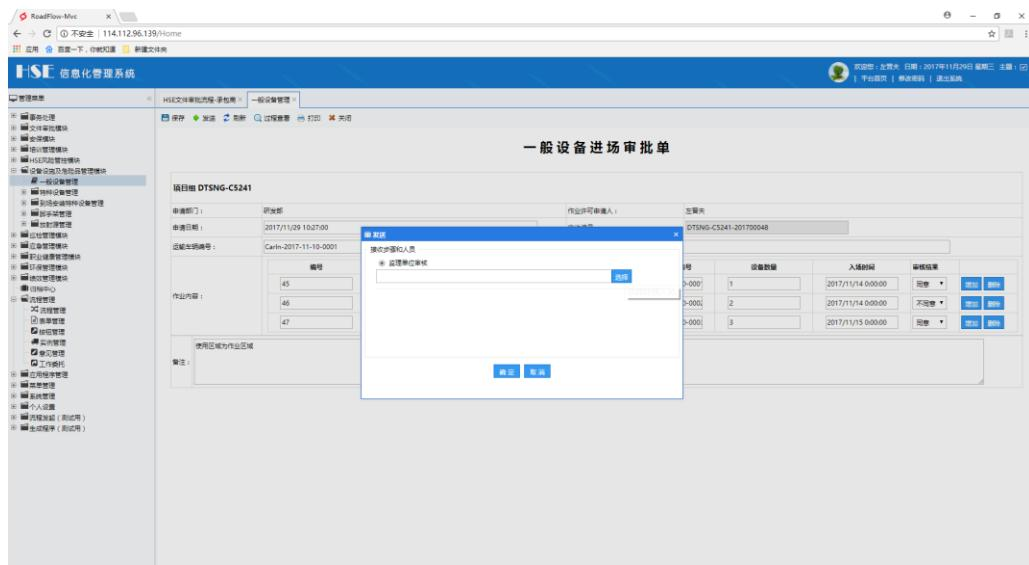

图 5.1-4 发送界面
1. 点击上方流程控制按钮组的【发送】按钮，等待弹出发送界面，点击【选择】按钮弹出人员机构选择框，如图 5.1-4 所示：